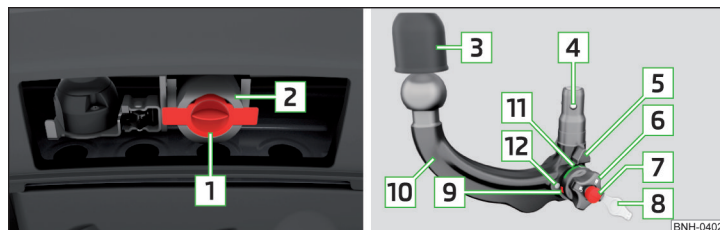

Abb. 129 Träger der Anhängervorrichtung / Kugelstange
Träger der Anhängervorrichtung und Kugelstange » Abb. 129
- Die Kugelstange einbauen und die Schutzkappe **3** » **Abb. 129 auf Seite 113** abnehmen.